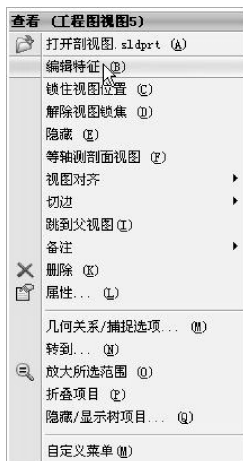

图 10-38 选择菜单命令
- 02 单击右键，弹出【查看】快捷菜单，在菜单中选择【编辑特征】命令，如图 10-38 所示。